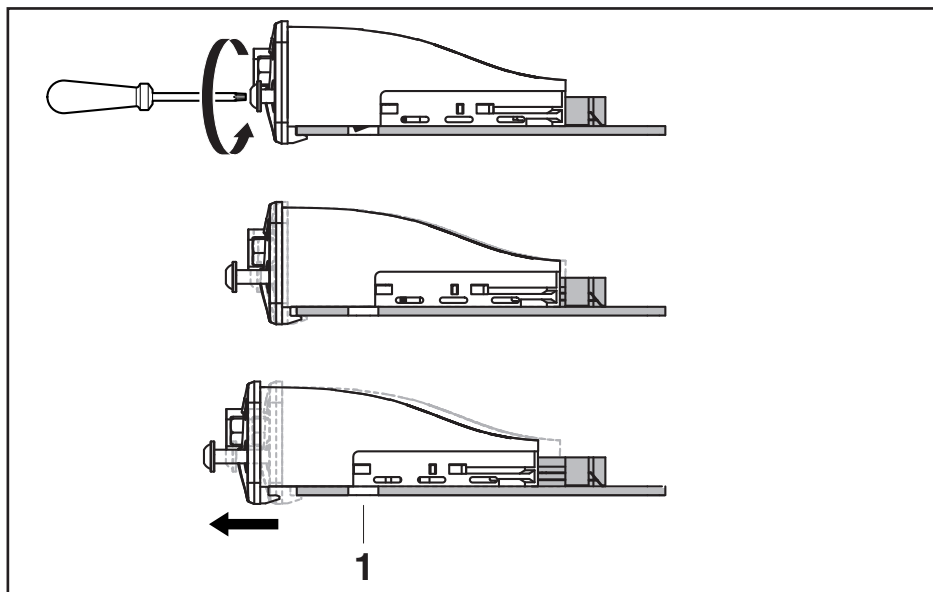

Fig. 4: Soltar el enclavamiento
2. Soltar los tornillos torx frontales. Una vez que se haya soltado por completo el enclavamiento (véase la Fig. 4) se puede extraer el módulo de interfaz IMenip.